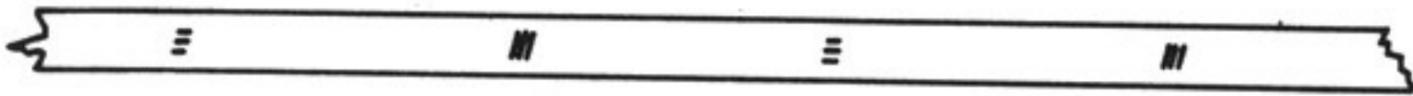

Fig 6
33. Es ist also erforderlich, dass die Klarzählwerke der miteinander verbundenen KFF im gleichen Schritt laufen bezüglich Nulldurchgang. Zu diesem Zwecke sendet der sendeseitige KFF sogenannte Synchronisierzeichen (Fig 6) mit jedem Umlauf des Klarzählwerks aus.